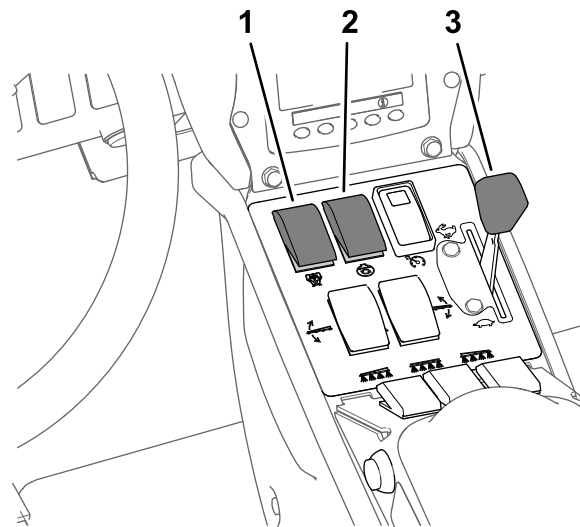

Figure 42
- Réglez la commande d'agitation et la commande de la pompe de pulvérisation en position ACTIVÉE (**Figure 42**).
- Placez la commande d'accélérateur en position HAUT RÉGIME (**Figure 42**).
Remarque: Cette procédure suppose que la pompe de pulvérisation est en marche; voir Figure 42 sous Pulvérisation en mode débit d'application (page 38).
- Réglez la commande d'accélérateur au régime moteur voulu pour pulvériser; voir Figure 42